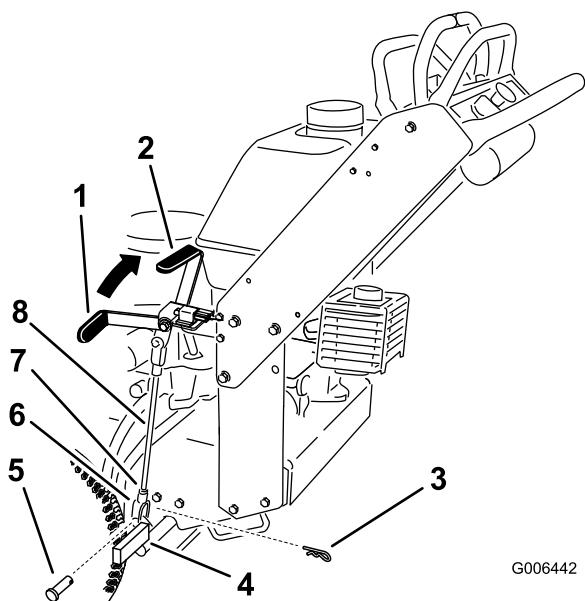

Bild 38
Hinweis: Wenn die Bremse aktiviert ist, sollte der Bremshebel auf 1 Uhr stehen (Bild 38).
5. Lösen Sie die obere und untere Klemmmutter (Bild 38).
6. Entfernen Sie zum Einstellen der Bremse den Splint und den Lastösenbolzen vom unteren Bremshebel (Bild 38).
verkürzen Sie die Stange zwischen den Jochs (Bild 38).
8. Befestigen Sie das Joch mit dem Splint und dem Lastösenbolzen am unteren Bremshebel (Bild 38).
9. Ziehen Sie die obere und untere Klemmmutter an (Bild 38).